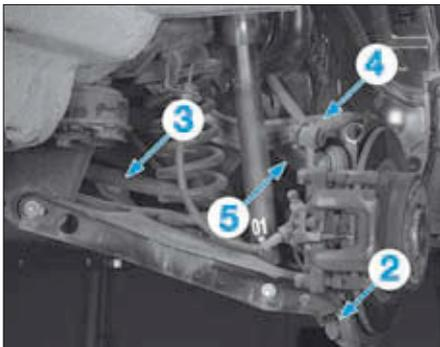

FIG. 7
- Soulever le porte moyeu arrière (2) à l'aide d'un cric de sorte que l'arbre de transmission (3) se trouve à l'horizontale (Fig.7).